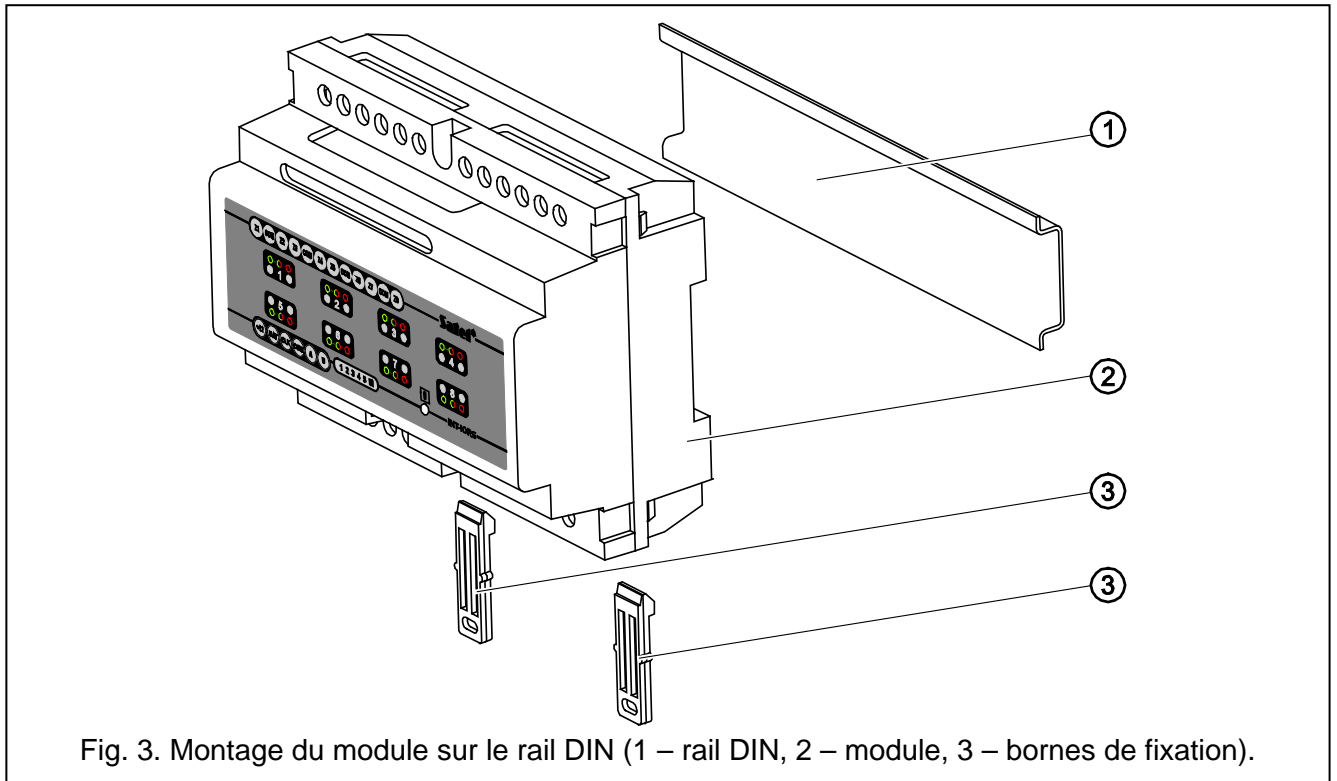

Fig. 3. Montage du module sur le rail DIN (1 – rail DIN, 2 – module, 3 – bornes de fixation).
1. Fixer le module d'extension sur le rail DIN (voir fig. 3) ou le visser au mur à l'aide des vis.